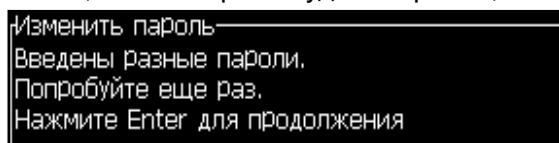

Рисунок 4-7: Изменить пароль
- 3 Введите новый пароль повторно, и нажмите кнопку “Enter” (ввод). Если пароль подтверждения отличается от первого введенного пароля, появится диалоговое окно “Change Password” (изменение пароля) (смотрите Рисунок 4-7).